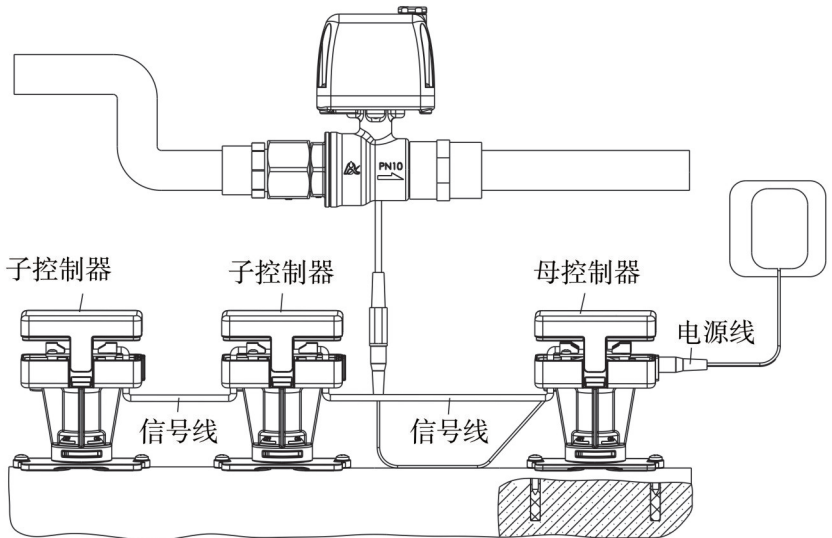

图8
② 多个泄漏点监控的线路连接，如图8（F104B只能与F104A配套使用、F104D只能与F104C配套使用）